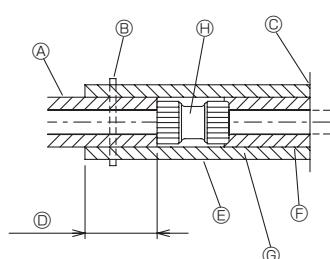

Fig. 4-11
2. Boruları bağladıktan sonra, boruların bağlantı noktasına ve açıkta kalan kışımlarına yalıtım uygulayın. (Fig. 4-11)